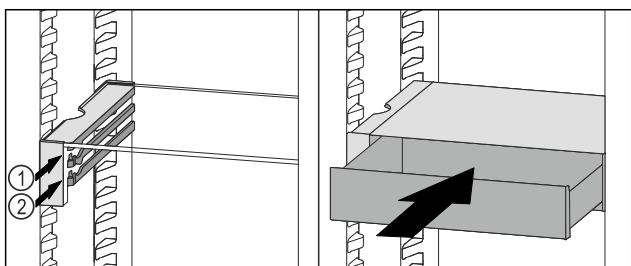

Fig. 109
- ▶ Nasadte zásuvku VarioSafe za zářezky na požadovaném žebro Fig. 109 (1) nebo Fig. 109 (2).